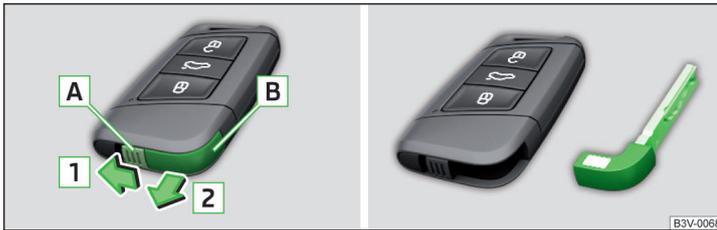

Abb. 51 KESSY-Schlüssel
- Die Rastnase **A** in Pfeilrichtung **1** entriegeln » Abb. 51.